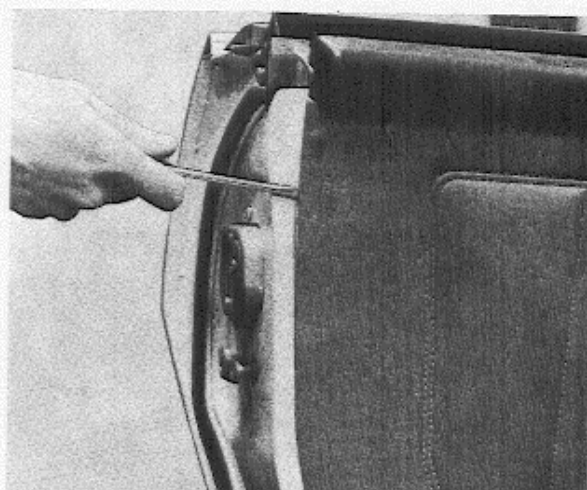

Abb. 8-5 Abbau der Türverkleidung
3. Einen Schraubenzieher vorsichtig zwischen Türverkleidung und Türinnenblech einstecken und die Türverkleidung nach außen abdrücken (Abb. 8-5).